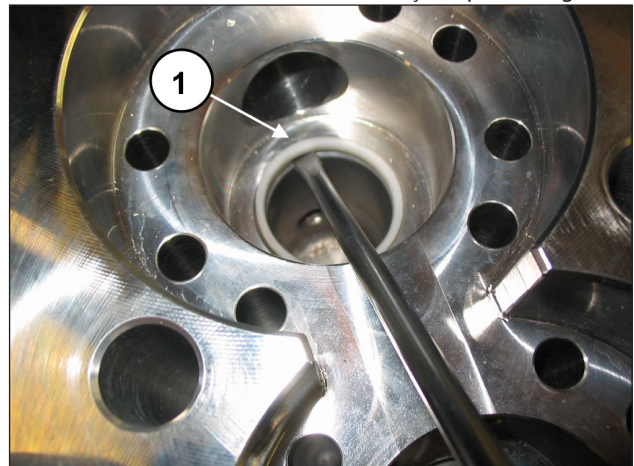

Fig. 116
Se necessário, realize eventuais substituições (pos. ①, Fig. 116).